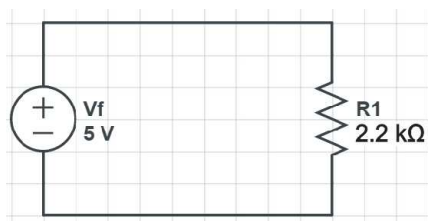

Figura 11 - Circuito para determinar o erro de inserção do amperímetro.
Com o circuito da Figura 11 realizar a experiência para determinar o erro de inserção dos amperímetros analógico e digital.
- Realize o cálculo da corrente do circuito da Figura 11 considerando a inserção do amperímetro e preencha a coluna correspondente na Tabela 4;